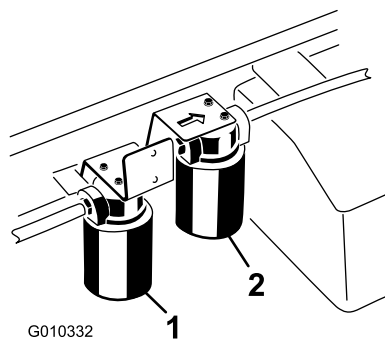

Figura 68
3. Coloque un recipiente debajo del filtro y retire el filtro (Figura 68).
1. Limpie la zona de montaje del filtro hidráulico de alto caudal (Figura 68).